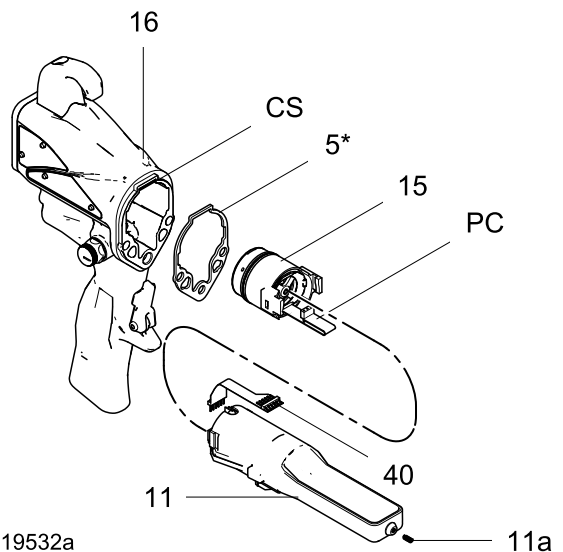
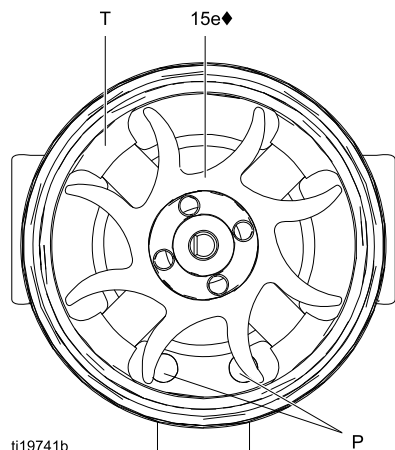

Figure 34 Alimentation
Figure 35 Orientation du ventilateur
12. Maintenez l'ensemble de bobine (15a) sur un établi en orientant l'extrémité du ventilateur vers l'avant. Appuyez le ventilateur (15e♦) sur l'extrémité longue de l'axe (S). Les pales du ventilateur doivent être orientées comme illustré.
13. Enfoncez doucement l'ensemble bobine (15a) à l'avant du boîtier (15d♦). Le connecteur à 3 câbles (PC) doit être placé sous la partie la plus large (W) des languettes du boîtier, comme illustré dans la Fig. 35. Assurez-vous que les goupilles d'alignement de la bobine (P) sont positionnées comme illustré dans la Fig. 34.
14. Faites tourner le ventilateur (15e) de sorte que ses pales ne se trouvent pas devant les quatre languettes de coussinet (T) à l'arrière du boîtier. Assurez-vous que les pales du coussinet inférieur (15b1♦) s'alignent avec les languettes.